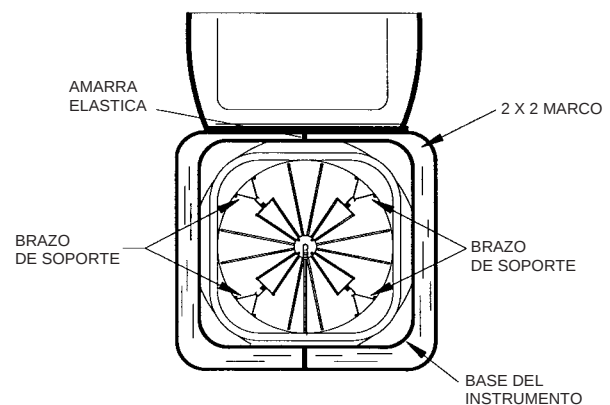

Figura 2—Vista desde encima del estuche
de modo de que se puedan volver a empaacar con facilidad (ver Figura 2 y 3).
- 1: Remueva las amarras elásticas como en Figura 2.